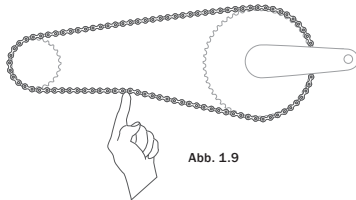

Abb. 1.9
- Bei einer Rücktrittbremse: In der Mitte sollte sich die Kette zwischen 6 bis 12 mm hochdrücken lassen (siehe Abbildung 1.9).